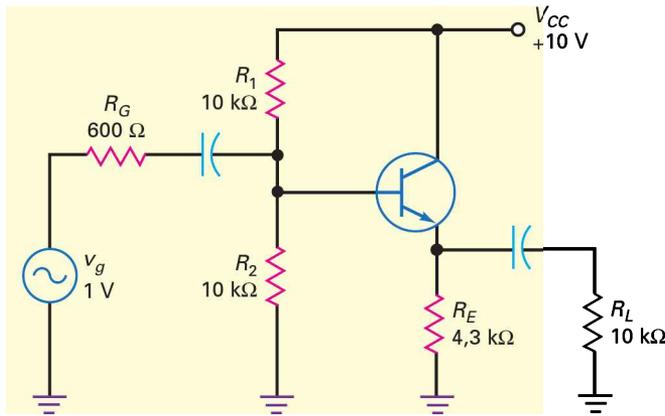

Figure 9.8
Dans la figure 9.8, les résistances de polarisation R_1 et R_2 abaissent z_{in} à une valeur proche de celle d'un amplificateur CE surchargé. Cet inconvénient est évité dans la plupart des conceptions à émetteur suiveur simplement en n'utilisant pas les résistances de polarisation R_1 et R_2 . L'alternative est de polariser en continu l'émetteur suiveur par l'étage qui attaque l'émetteur suiveur.
Quelle est l'impédance d'entrée de la base dans la figure 9.8 si $\beta = 200$? Quelle est l'impédance d'entrée de l'étage ?
9.5 Avez-vous compris ? Quelle sera l'impédance d'entrée de la base et celle de l'étage (figure 9.8) si β passe à 100 ?
Si $\beta = 200$, quelle est la tension d'entrée AC de l'émetteur suiveur de la figure 9.8 ?
9.6 Avez-vous compris ? Si β passe à 100, quelle sera la tension d'entrée AC de l'émetteur-suiveur (figure 9.8) ?